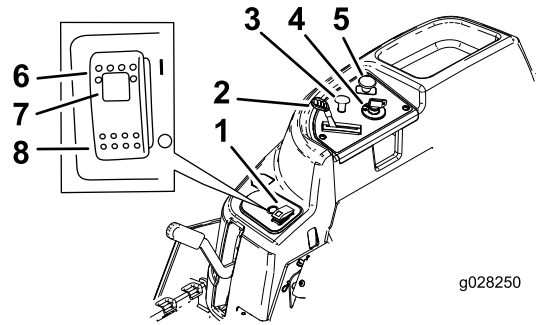
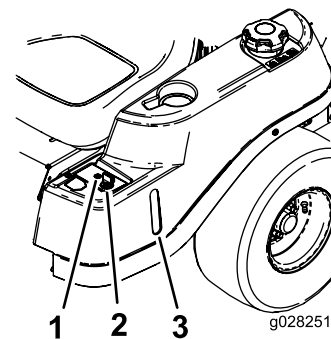

Figura 5
Figura 6
Antes de poner en marcha el motor y trabajar con la máquina, familiarícese con todos los controles en Figura 5 y Figura 6.
La llave de contacto tiene tres posiciones – DESCONECTADO, MARCHA y ARRANQUE. La llave gira a ARRANQUE, y vuelve a MARCHA al soltarse. Gire la llave a la posición de DESCONECTADO para parar el motor. Siempre retire la llave al dejar la máquina desatendida para evitar que alguien arranque el motor accidentalmente (Figura 5).
Utilice el estárter para poner en marcha el motor en frío. Tire del mando del estárter hacia arriba para activarlo. Para quitarlo, empuje el pomo del estárter hacia abajo (Figura 5).
El control del acelerador es variable entre las posiciones de RÁPIDO y LENTO. Mueva la palanca del acelerador hacia adelante para aumentar la velocidad del motor y hacia atrás para reducir la velocidad del motor (Figura 5).
El mando de control de las cuchillas (TDF) engrana y desengrana la transmisión de potencia a las cuchillas del cortacésped (Figura 5).
Utilice la mirilla de combustible, situada en el lado izquierdo de la máquina para verificar la presencia de gasolina en el depósito (Figura 6).
Este interruptor permite segar en marcha atrás cuando está activado. Para activar esta función, ponga el interruptor en CONECTADO y suéltelo una vez que la TDF esté engranada. Para desactivarla, desengrane la toma de fuerza (TDF) (Figura 6).
- Mueve el interruptor SmartPark™ a la posición de CONECTADO (Figura 5).